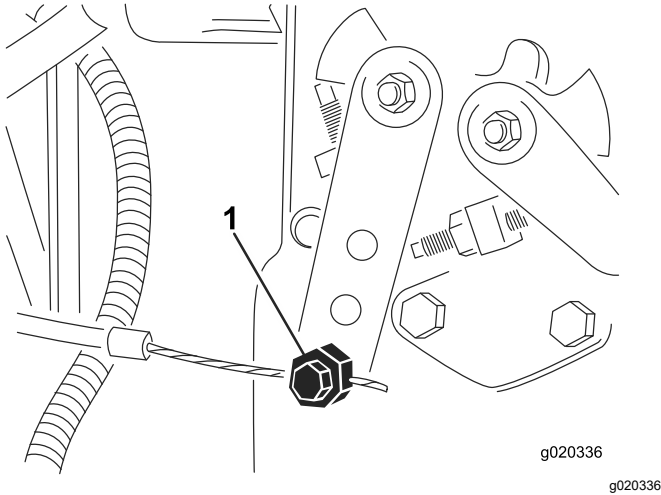

图 78
3. 拧松油门拉索接头接头位于喷射泵控制杆臂(图 78)上。